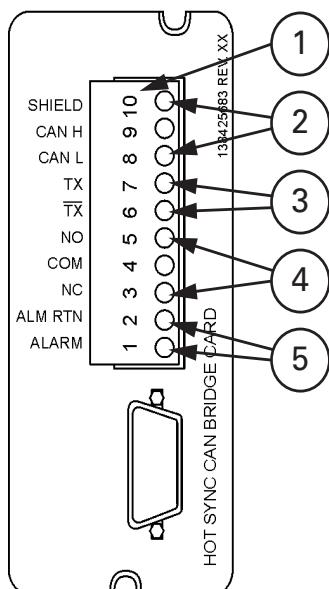
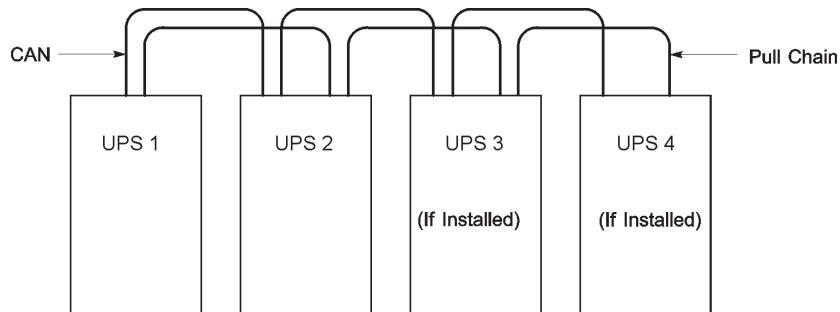
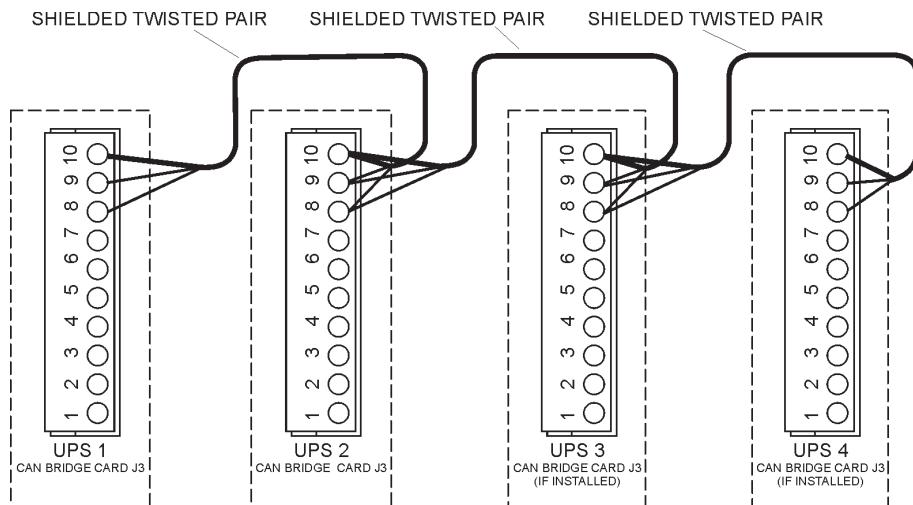

Рис. 5-2. Подключения карты Hot Sync CAN Bridge
Рис. 5-3. Установка упрощенной интерфейсной проводки Pull-Chain и CAN системы с распределенным байпасом
Рис. 5-4. Подключение CAN системы с распределенным байпасом ИБП без использования МОВ
Расположение соответствующих клемм на карте HotSync CAN Bridge см. на Рис. 5-2 и в Табл. 5-1 на стр. 57.
7. Проложите и установите проводку CAN между шкафами ИБП. Расположение клемм карты HotSync CAN Bridge см. на Рис. 5-2 и в Табл. 5-1 на стр. 57, а информацию по подключению проводки на Рис. 5-3, Рис. 5-4 и в Табл. 5-2 на стр. 60.